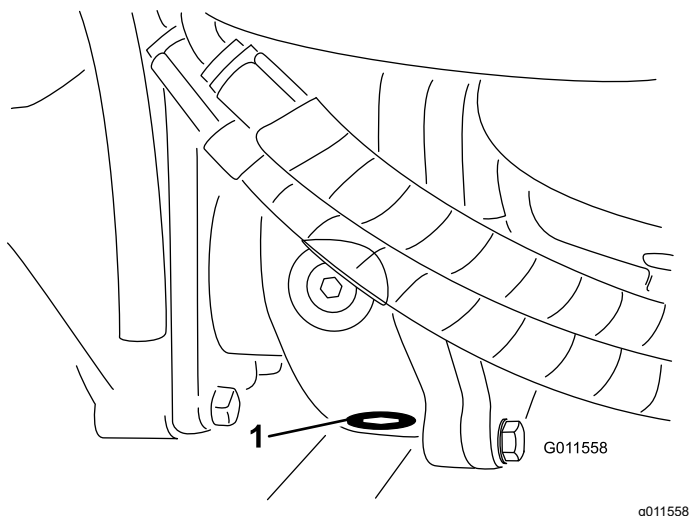

Figure 75
- Nettoyez la surface autour du bouchon de vidange au bas du boîtier d'engrenages (Figure 75).